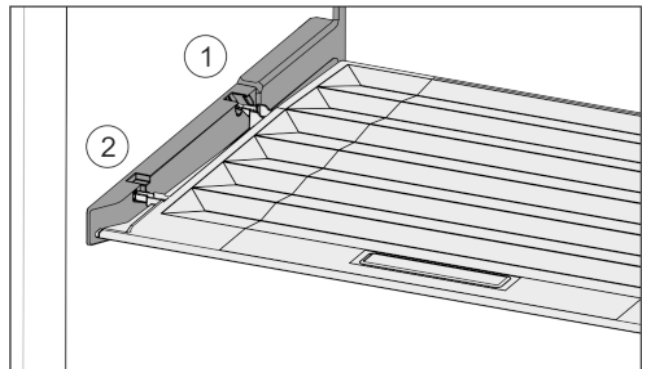

Fig. 34
- Vie kannen korkeosa takimmaisessa kiinnittimessä Fig. 34 (1) olevan aukon kautta sisään ja kiinnitä se edessä kiinnittimeen Fig. 34 (2).